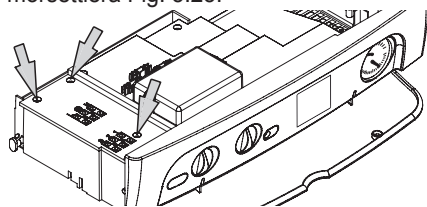

Fig. 5.25
• Svitare le viti e rimuovere il coperchio copri morsettiera Fig. 5.25.